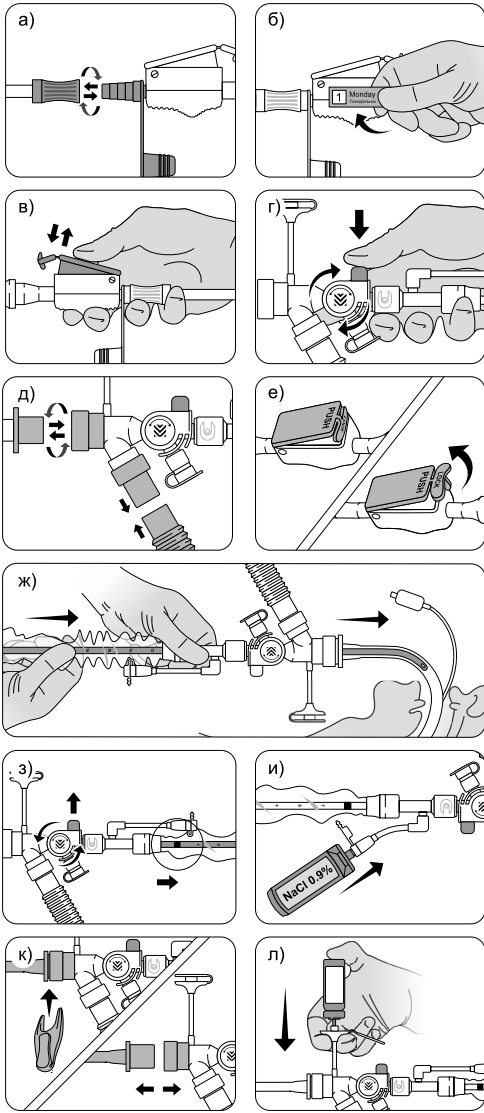

Рис.3. Схемы этапов применения изделия
6. Подсоедините проксимальный конец закрытой аспирационной системы к коннектору соединительной трубки источника вакуума (см. рис. 3 поз. а).
7. На кнопку вакуум контроля нанесите специальную цветомаркированную наклейку с днём недели, когда закрытую аспирационную систему требуется заменить (см. рис. 3 поз. б).
9. Переключать адаптер можно путем нажатия жёлтой кнопки (см. рис. 3 поз. г).
10. Прежде, чем присоединить систему к пациенту приведите в действие всасывающий клапан путём нажатия на верхнюю часть кнопки вакуум контроля, проверьте и отрегулируйте уровень вакуума (см. рис. 3 поз. в).
11. Разъём 15M/22F на двойном вертлужном коннекторе подсоедините к коннектору трахеостомической или эндотрахеальной трубки, а разъём 15F к дыхательному контуру (см. рис. 3 поз. д).
12. Разблокируйте канал для ирригации путём переключения адаптера для бронхоскопа (см. рис. 3 поз. г).
13. Аккуратно и постепенно продвигайте аспирационный катетер внутрь трубки до нужной глубины, ориентируясь по сантиметровым отметкам на катетере, придерживая адаптер для бронхоскопа (см. рис. 3 поз. ж).
14. Разблокируйте кнопку вакуум контроля путём размыкания специальной запирающей пластины на кнопке вакуум-контроля (см. рис. 3 поз. е).
15. Нажмите на верхнюю часть кнопки вакуум контроля и удерживайте её (см. рис. 3 поз. в).
16. Придерживая адаптер для бронхоскопа одной рукой, плавными движениями извлекайте катетер, нажимая на кнопку, до тех пор, пока специальная метка на дистальном конце катетера не окажется в защитном кожухе (см. рис. 3 поз. з).
куум контроля (см. рис. 3 поз. и).
5. После санационного цикла закройте ирригационный порт крышкой, во избежание непреднамеренной аспирации, заблокируйте кнопку вакуум контроля путём защелкивания специальной пластины на верхней части кнопки (см. рис. 3 поз. е).